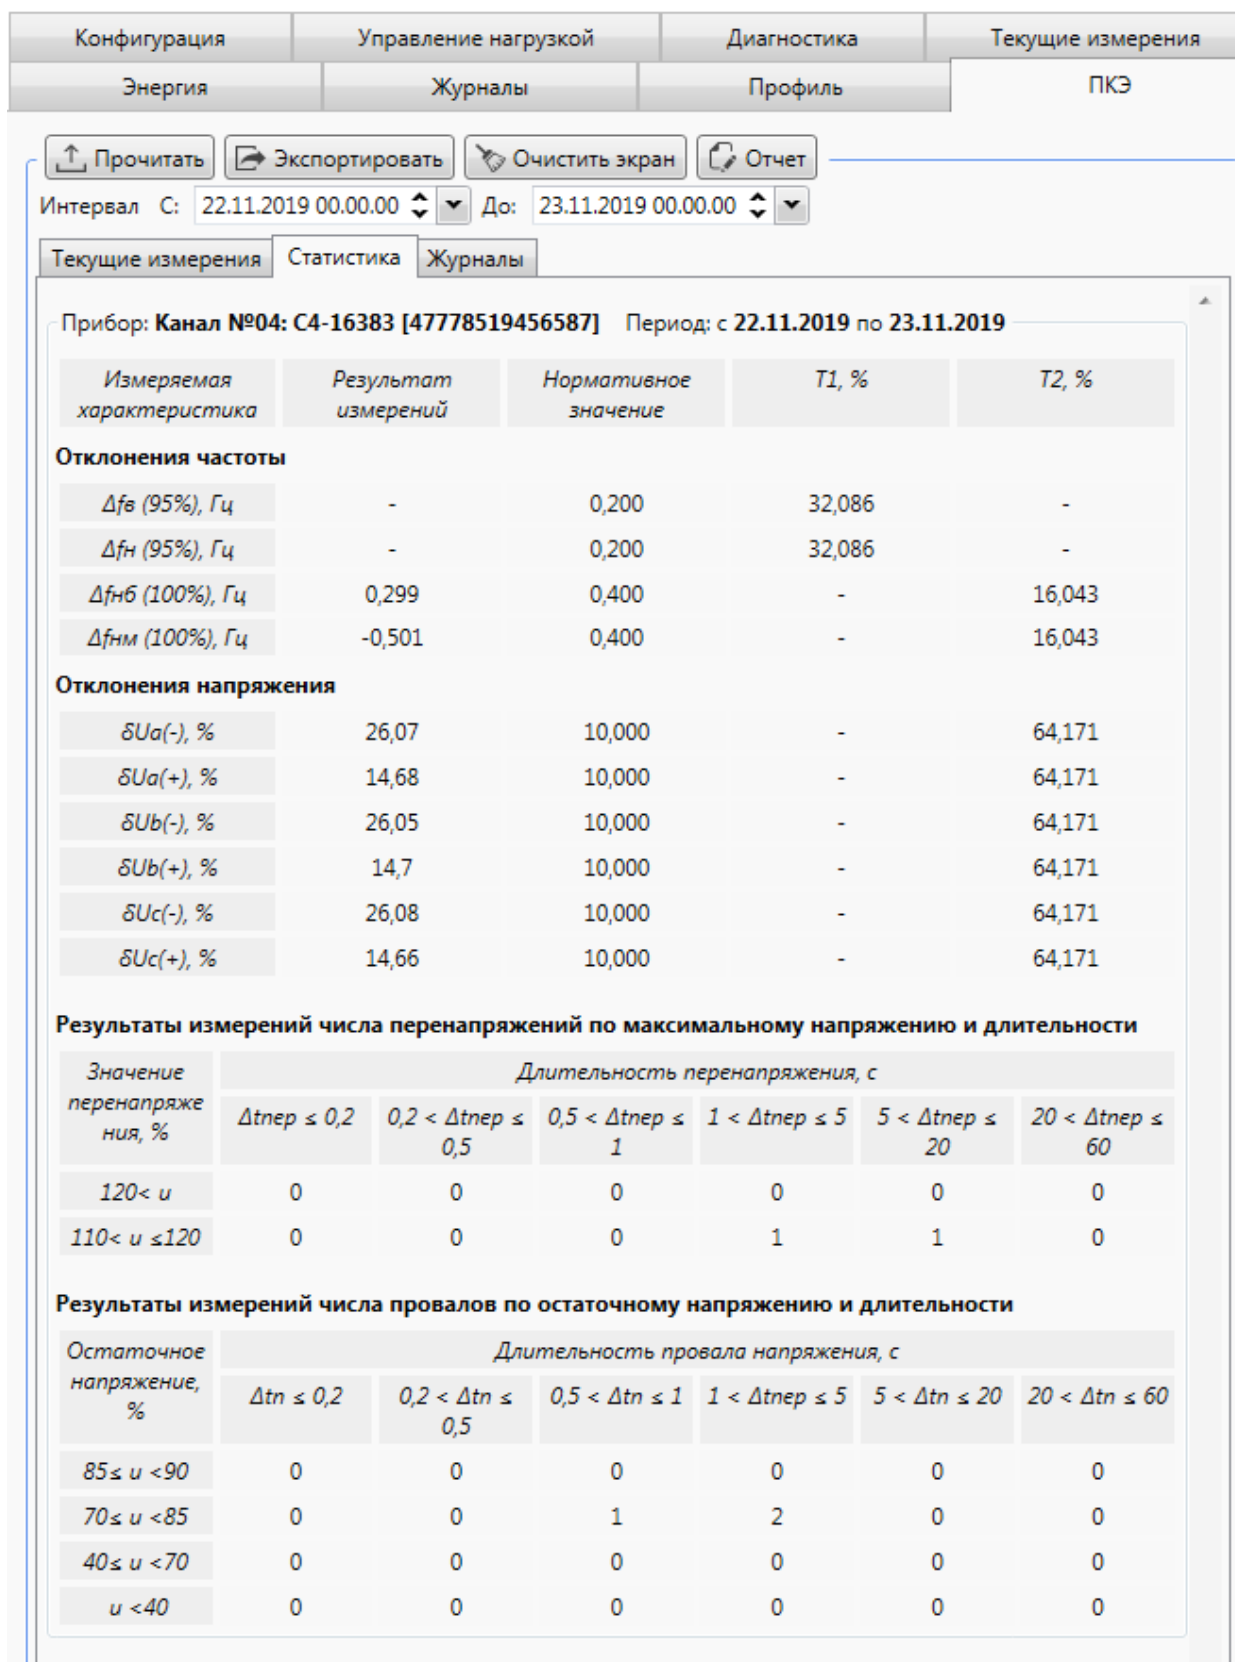

Рисунок 9.54 – Статистические данные ПКЭ
9.6.6.13 Для просмотра статистических данных счетчика необходимо перейти на вкладку *ПКЭ* области параметров программы *КОНФИГУРАТОР* и затем на вкладку *Статистика* (рисунок 9.54).